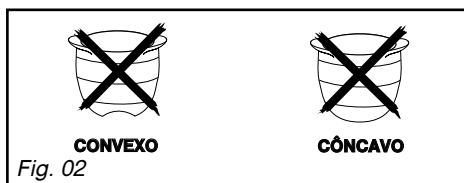

Fig. 02
– Não utilize recipientes com fundo côncavo ou convexo (Fig. 02).